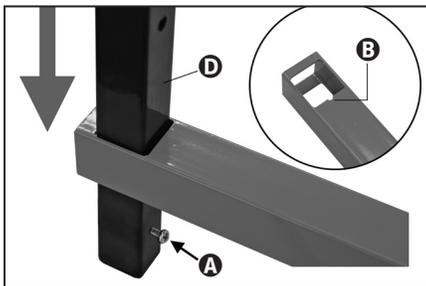

Abbildung 1
1. Gehen Sie zum unteren Ende des langen vertikalen Holms. Es hat ein kleines Schraubenloch 13 mm vom Ende entfernt. Setzen Sie eine Schraube A ein. Suchen Sie zum unteren Ende eines orangefarbenen horizontalen Holms B. Er hat eine kleine Kerbe, wie auf dem beigefügten Foto gezeigt. Schieben Sie den orangefarbene Holm von oben über die Länge des vertikalen Holms, bis er an der Schraube anliegt. Abbildung 1.